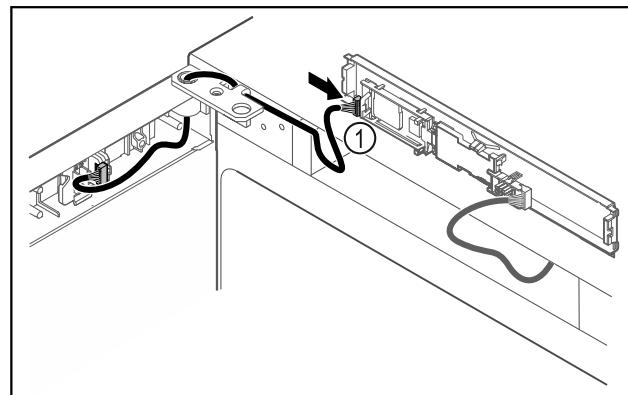

Fig. 49
- ▶ Zapojte zástrčku Fig. 49 (1) na doske plošných spojov.